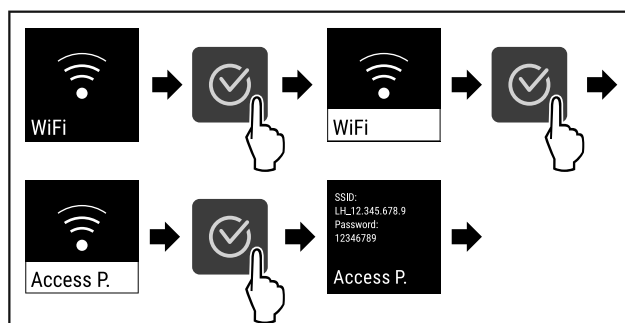

Fig. 85
- ▶ Stappen (zie Fig. 85) uitvoeren.